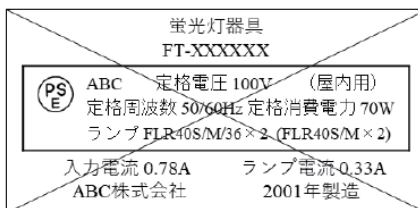

図 6
- 3) 蛍光灯器具の銘板に記載の情報(蛍光灯器具である旨、定格、製造社名、PSE マーク、適合ランプなど)は、無効である旨(図 6 参照)